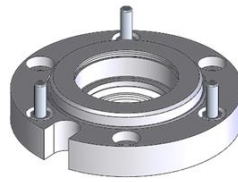

Ilustración 28: Pernos cautivos de la carcasa del cojinete
- Asegúrese de que los pernos cautivos de la carcasa del cojinete se encuentren en su sitio (Ilustración 28).